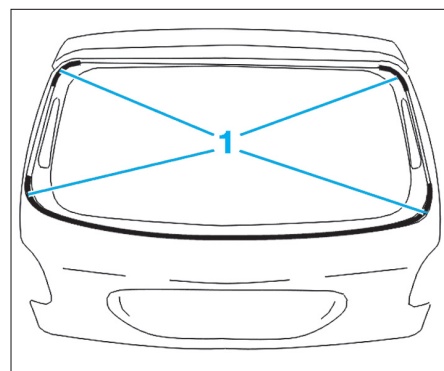

FIG. 8
- Protéger les quatre angles et la partie inférieure de baie (1) (Fig.8) avec du ruban adhésif.